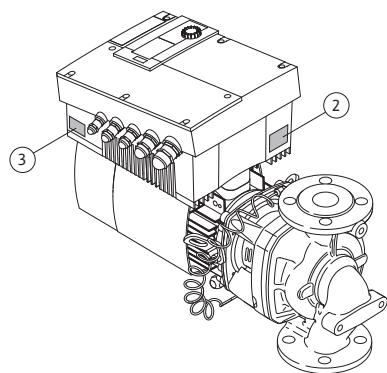

*Fig. 11: Disposição das placas de identificação:*
- A placa de identificação da bomba (Fig. 11, pos. 1) contém o número de série (Ser.-No.../...) que é necessário, p. ex., para encomendar peças de substituição.
- A placa de identificação do módulo eletrônico (módulo eletrônico = inversor ou conversor de frequência) (Fig. 11, pos. 2) indica a designação do módulo eletrônico utilizado.